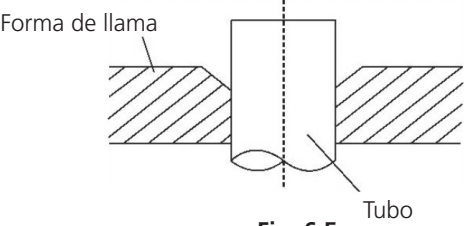

Fig. 6.5
- El uso de un taladro de base 65-mm (2,5"), perforar un agujero en la pared. Asegúrese de que el orificio se perfora en un ángulo ligeramente hacia abajo, para que el extremo exterior del orificio es menor que el extremo interior de aproximadamente 12 mm (0,5"). Esto asegurará un drenaje adecuado de agua (ver **Fig. 6.5**). Coloque el brazaete muro de protección en el agujero. Esto protege los bordes del agujero y ayudará a sellar que una vez que termine la instalación.